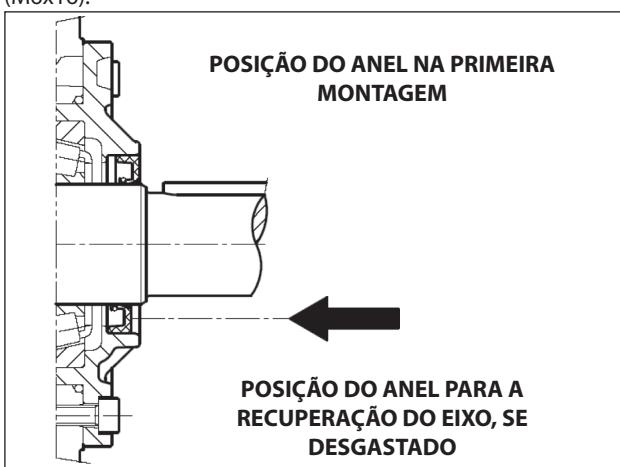

Fig. 7
Se for necessário substituir, posicione o novo anel usando a ferramenta (cód. 27904500), conforme indicado na Fig. 7.
**Se o eixo da bomba apresenta um desgaste no diâmetro na área de contato com a borda de vedação, a fim de evitar a operação de correção, é possível reposicionar o anel em contato com a cobertura, conforme indicado na Fig. 7.**